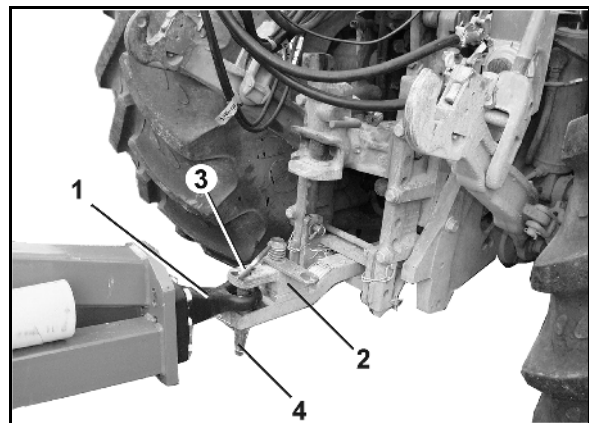

Рис. 15
5. Подсоедините агрегат со сцепной петлей (Рис. 15/1) к маятниковому прицепному устройству (Рис. 15/2) трактора.
6. Закрепите пальцем (Рис. 15/3) и зафиксируйте пружинным фиксатором (Рис. 15/4).